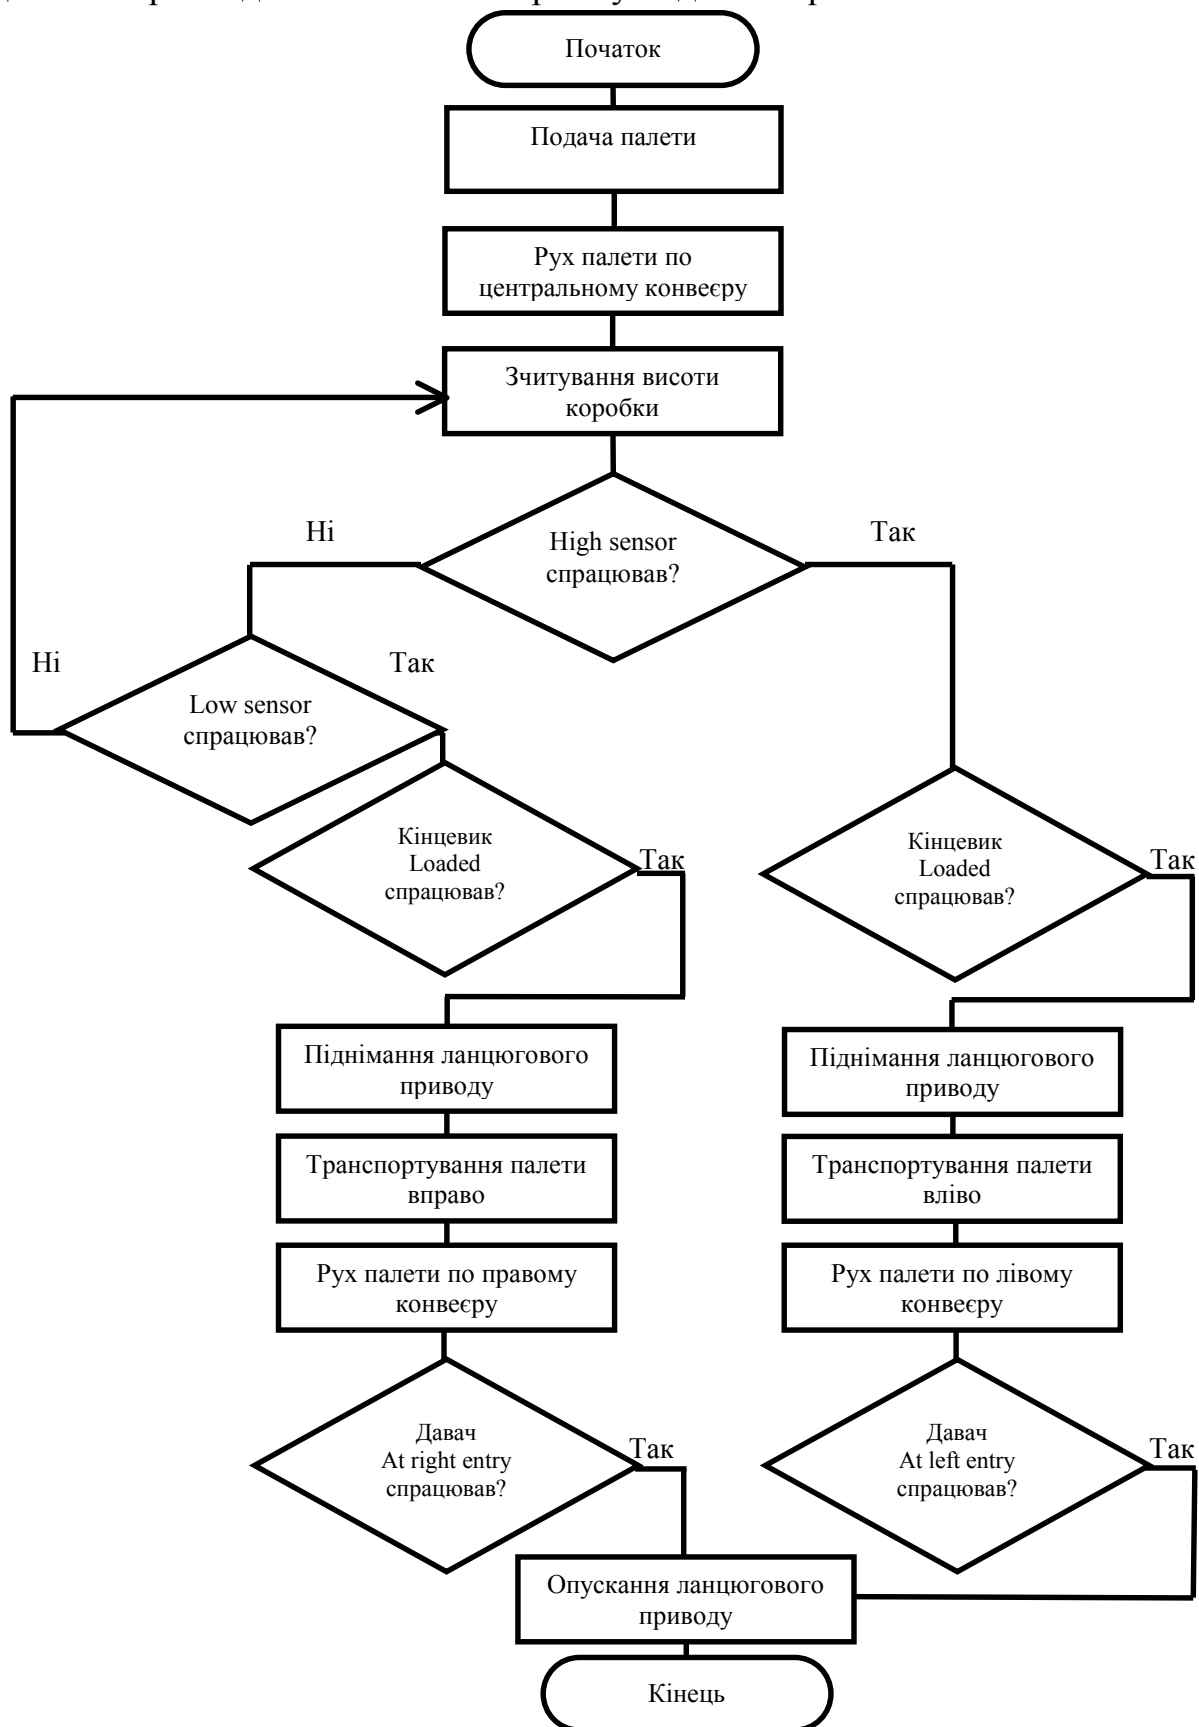

Рис.4. Блок-схема алгоритму роботи обладнання
2.5. На основі словесного опису розробити блок-схему алгоритму роботи обладнання. Приклад блок-схеми алгоритму подано на рис. 4